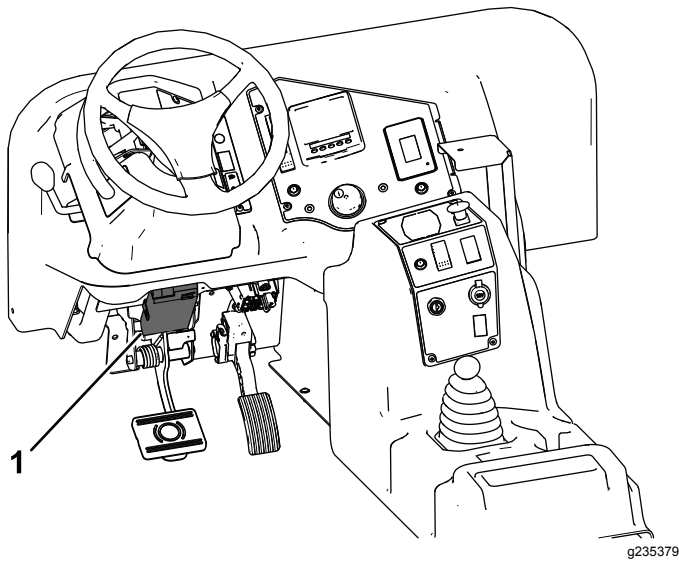

Figura 8
1. Montate il controller dei freni (Figura 8) nell'area inferiore sinistra del cruscotto con i 2 bulloni (n. 10 x 7/8") e dadi (n. 10).